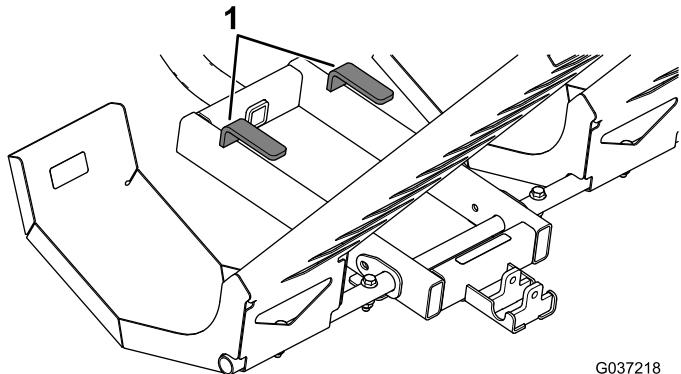

Рисунок 14
2. Подсоедините оси разбрасывателя, используя держатели осей (Рисунок 14).